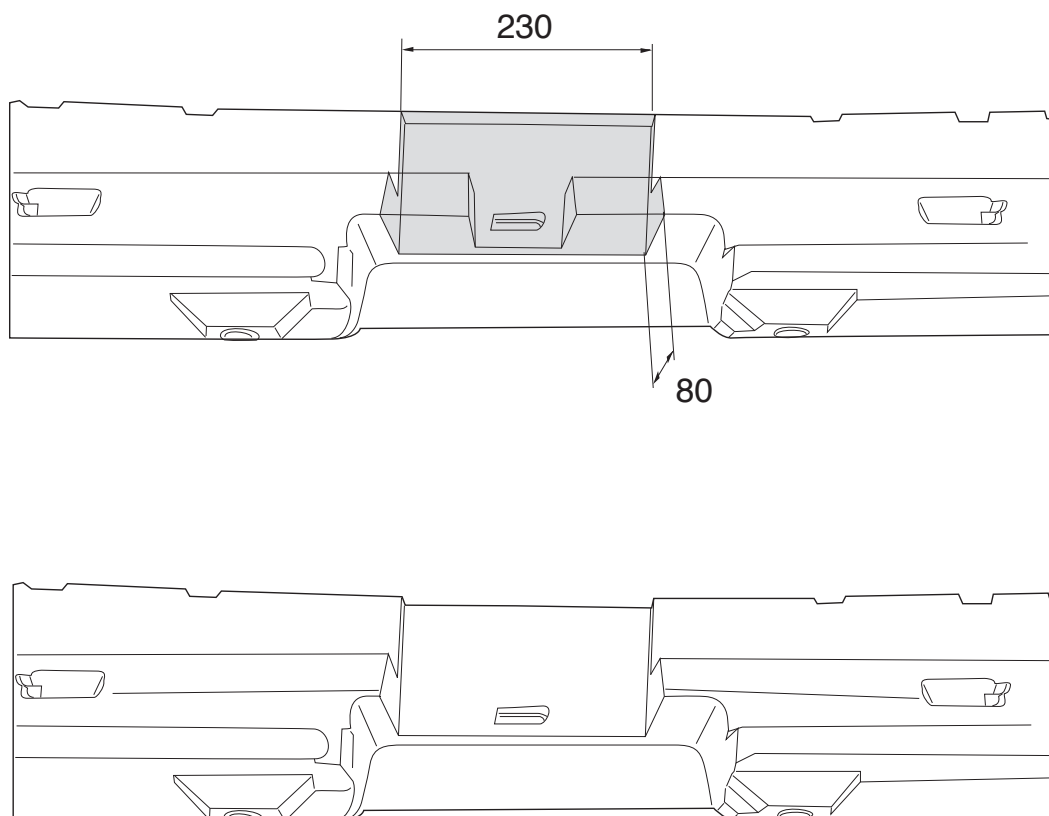

Fig.2
With vehicles built later than 04/2002, replace the plastic reinforcement for the bumper with the metal version 98AB N17D995 BE. Saw a portion out of the foam as shown in figure 2. Replace the foam in the bumper and attach the bumper.
Bei Fahrzeugen ab Baudatum 04/2002 ist die Plastik-Verstärkung für den Stößänger durch die Blech-Version 98AB N17D995 BE zu ersetzen. Gemäß Abb. 2 einen Teil aus dem Schaumstoffs herausä- zen. Die Stößstange montieren.
Sur les véhicules construits à partir de 04/2002, le renforcement en plastique du pare-chocs doit être remplacé par le modèle en tôle 98AB N17D995 BE. Scier une partie de la mousse à la figure 2. Remettre la mousse dans le pare-chocs. Monter le pare-chocs.
1. Zdemontować zderzak. Uwaga: za błotnikiem i w bagażniku znajduje się sześć nakrętek M 6, które należy odkręcić. Stosując się do rys. 2 wyciąć od spodniej części zderzaka pokazany element krawędzi ściętej.